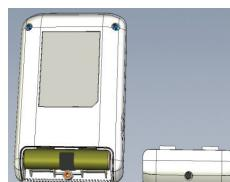
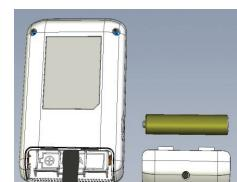

Fig. 1a
Fig. 1b
- 5.2.1. Um die Batterie einzusetzen/auszutauschen die Abdeckung des Batteriefaches an der Geräterückseite (Abb. 1a) aufzuschrauben und abnehmen. Durch Ziehen am Gewebestreifen die alte Batterie entfernen (es ist nur eine vorhanden); die neue Batterie einlegen und die Angaben zur Polarität im Batteriefach beachten (Abb. 1b). Abdeckung erneut aufsetzen und festzuschrauben.